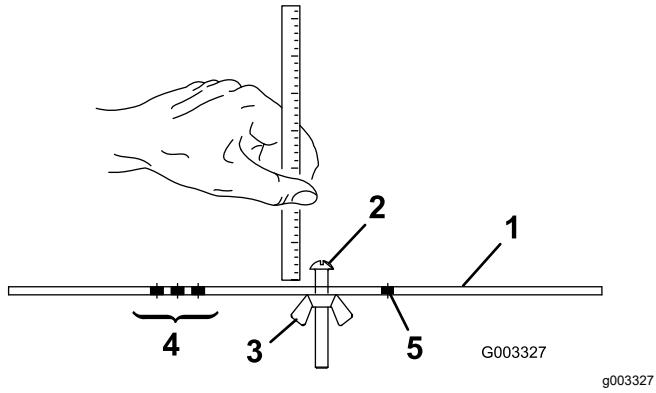

Figura 16
- Desaperte a porca da barra indicadora (Figura 16) e regule o parafuso de ajuste para a altura de corte desejada.